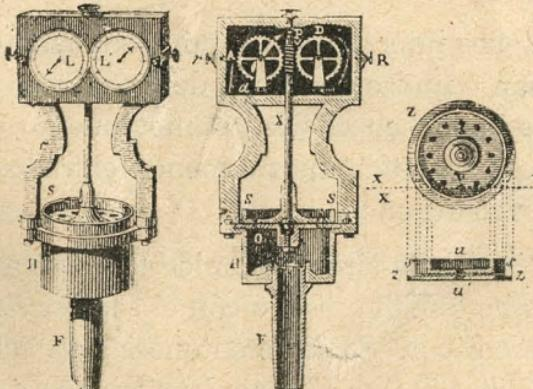

Fig. 110.—Sirena de Cagniard-Latour
*Sirena de Cagniard-Latour.*—La sirena (fig. 110) se-